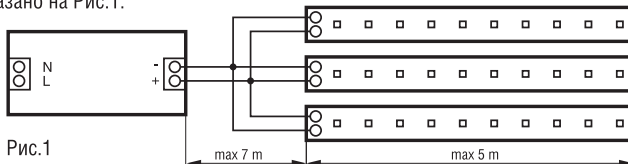

Рис.1
- К одному каналу источника питания не рекомендуется подключать последовательно более 5 метров светодиодной ленты. Для подключения нагрузки высокой мощности сечение провода должно соответствовать расчетному значению сечения для максимального потребляемого тока нагрузки. Каждые дополнительные 5 метров светодиодной ленты рекомендуется подключать параллельно отдельным проводом к источнику питания как показано на Рис.1.